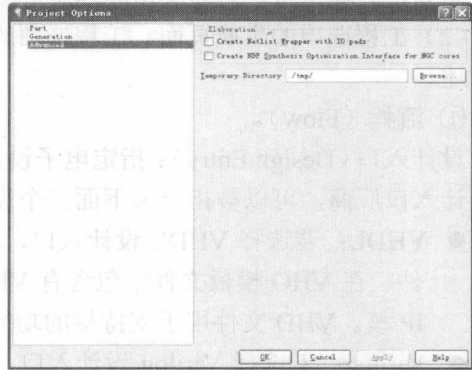

图 1.2.7 工程选项的高级页面
(3) 高级选项的高级页面。高级选项的高级页面如图 1.2.7 所示，该页面的主要设置如下所述。